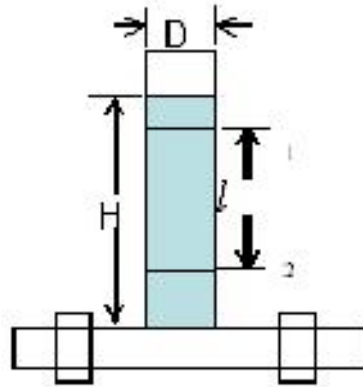

图 1 待测液体盛装的容器
2. 实验时，待测液体必须盛于容器中（如图 1 所示），故不能满足无限深广的条件，实验证明，若小球沿筒的中心轴线下落，式（2）须做如下改动方能符合实际情况：
激光光电计时仪由激光光源、光敏三极管、直流电源及计时器组成。本计时器内设单片机芯片，并进行适当编程，具有计时和计数功能。可用于单摆、气垫导轨、测量马达转速、产品计数产品厚度测量、车辆运动速度测量及体育比赛计时等与计时相关的实验。它的优点是：1) 抗干扰能力强；2) 光源与接收器可远距离测量；3) 对半透明物质也能透光测量。实验所用的主要装置即为图 1 中盛油的玻璃管筒。在管的上、下部各有一环线作为标记（即 l_1 和 l_2 ），彼此间的距离为 l 。小球在 l_1 至 l_2 间作匀速运动。量筒固定在附有三个水平调节螺旋的平台上，借助一铅垂线可调节玻璃管的铅直。